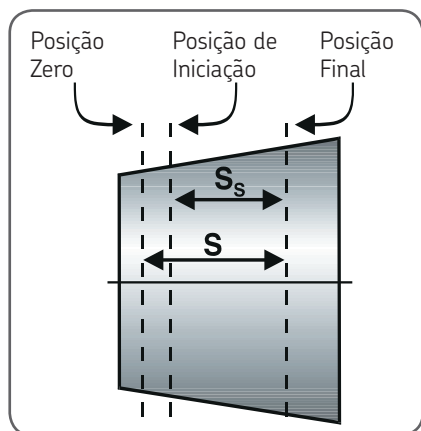

Figura 14. Posição do rolamento
Coloque o rolamento na posição inicial aplicando a pressão hidráulica correcta na porca HMV(C) E. Veja figura 14. Como alternativa, o indicador de pressão digital da SKF pode ser apertado directamente na porca hidráulica. Coloque o rolamento à distância desejada do furo. Utilize um comparador para monitorizar o deslocamento axial.